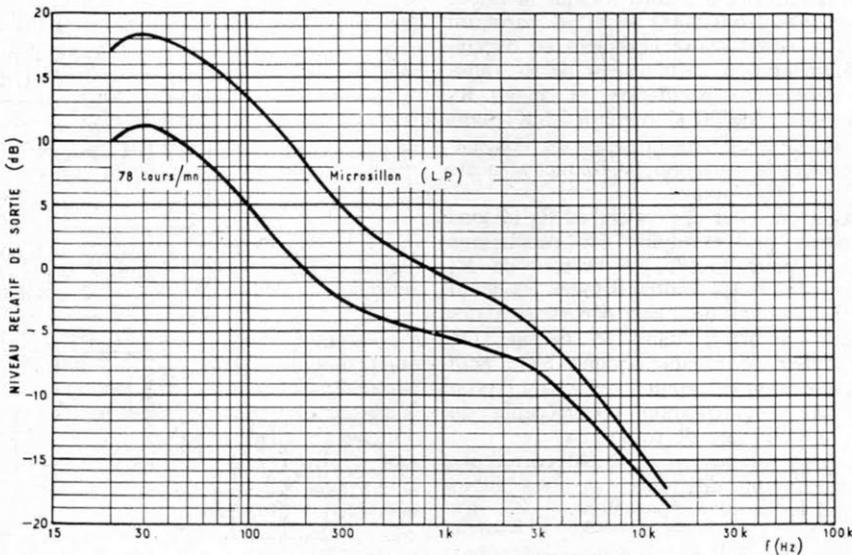
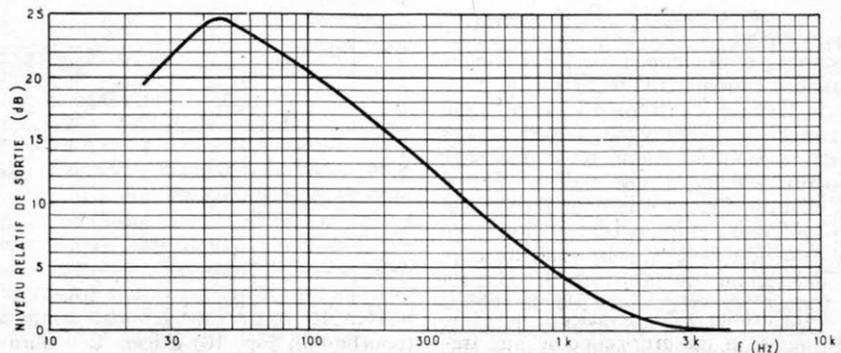

FIG. 13
FIG. 14
Un exemple de courbe de ce genre est donné par la figure 13. La courbe « microsillon » a l'allure de la courbe (A) de la figure 10. Le niveau à 50 Hz est + 17 dB et celui à 10 kHz est de - 16 dB environ, donc une « dénivellation » de $17 + 16 = 33$ dB. L'autre courbe est celle que devrait avoir le préamplificateur lors de la lecture de disques anciens à 78 t/mn. Actuellement, on ne se sert plus de ces disques. En cas d'utilisation, on pourra placer le commutateur en position PU magnétique et corriger la courbe à l'aide des boutons de tonalité.
La courbe à obtenir, lorsque le préamplificateur est utilisé comme lecteur de magnétophone est celle de la figure 14. C'est une courbe descendante comme celles de la figure 13, mais sa forme est très différente, aussi, si le préamplificateur ne possède pas de position « lecture magnétophone », son emploi en position « PU magnétique » ne donne pas de bons résultats même en essayant de le corriger à l'aide des boutons de tonalité.